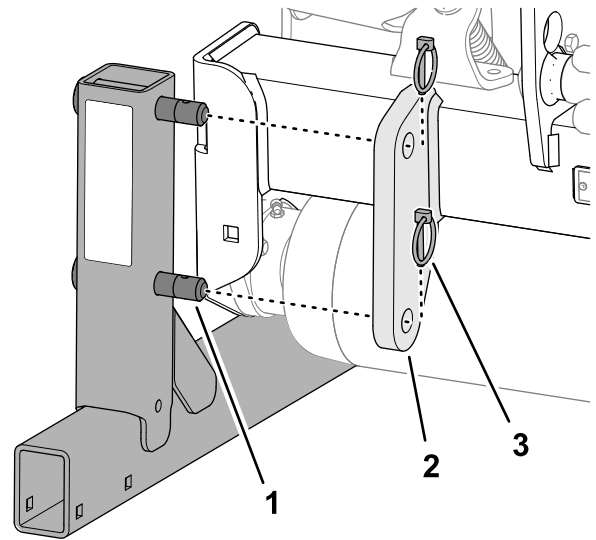

図 20
2. 保管用スタンドをヒッチフレーム上のスタンドブラケットに固定しているリンチピン2本を抜き取る 図 20。
5. 保管用のスタンドのピンにリンチピン 付属部品に入っている を取り付け 図 20。